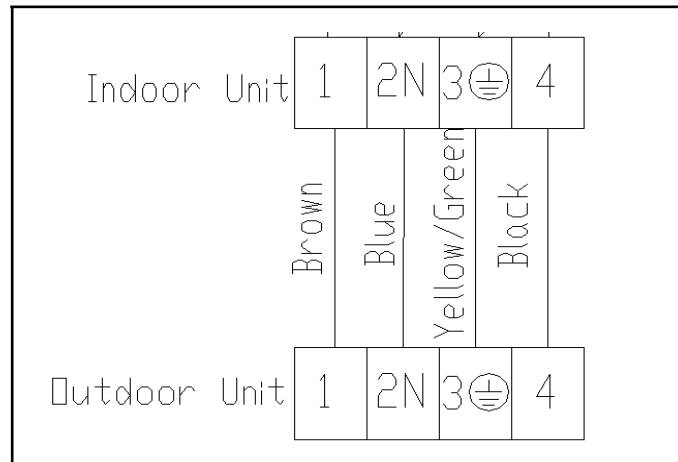

Figura 14
- Conecte los cables de conexión de alimentación y el cable de control de señal por separado a los terminales correspondientes. (En la figura 14, elija el mismo diagrama de cableado solo con el diagrama de cableado de la unidad). Afloje el tornillo en la placa de tierra; presione firmemente el cable de tierra.